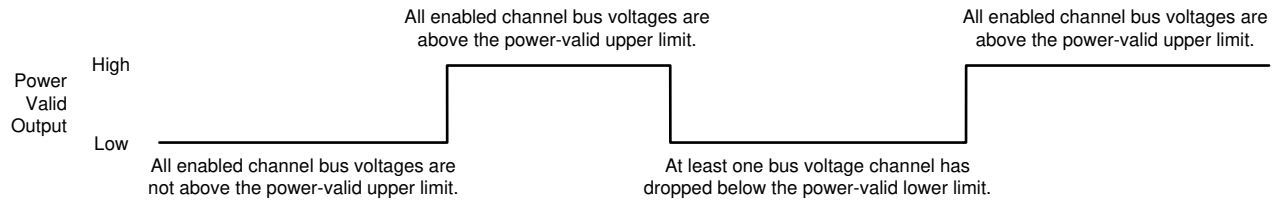

図 7-1. 電源有効状態図
パワー有効アラートは、すべての電源レールが必要なレベルを上回っているかどうかを検証します。この機能はパワーシーケンスを管理し、システム構成に基づいて報告された測定値を検証します。パワー有効モードは電源投入時に開始され、各チャンネルが 10V のスレッシュホールドを超えたときに検出します。この 10V レベルはパワー有効上限レジスタにプログラムされるデフォルト値です。この値は、INA3221-Q1 が 2.7V 以上の有効な電源電圧レベルにパワーアップしたときに再プログラムできます。3 つすべてのバス電圧測定値がパワー有効上限レジスタに設定された値に達すると、パワー有効 (PV) アラートピンが High に引き上げられます。PV は Low 状態で立ち上がり、すべてのバス電圧レールがパワー有効上限値を上回るというパワー有効条件を満たすまで High に引き上げられません。図 7-1 にシーケンスを示します。